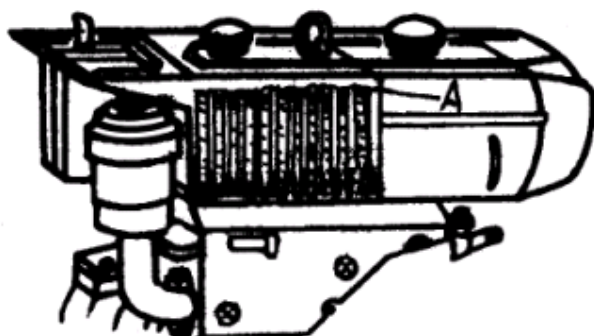
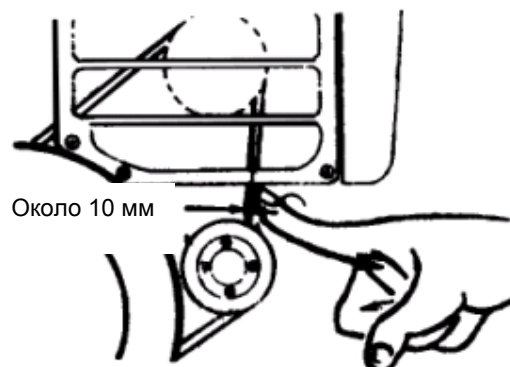

Рис. 5 Уровень воды в конденсаторе
Рис. 6 Регулировка натяжения клинового ремня
- (1) Снимите крышку заливного отверстия охлаждающей воды.
- (2) Залейте воду до уровня А, как показано на рис. 5.
- (3) Не забудьте плотно затянуть крышку на заливном отверстии после завершения заливки.
- (4) Проверьте натяжение ремня охлаждающего вентилятора и, при необходимости, отрегулируйте его, как показано на рис. 6.